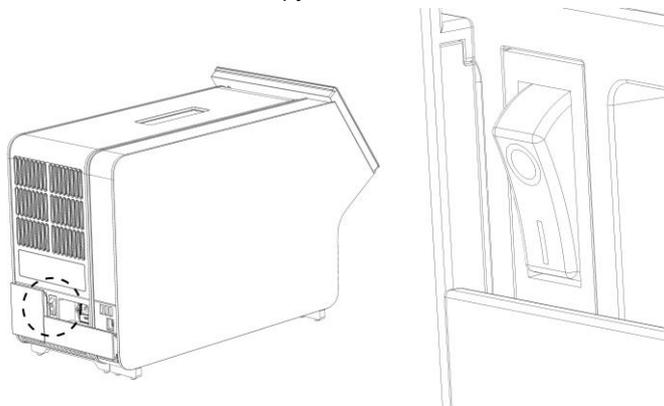

Рис. 21. Найдите выключатель питания и приведите его в положение «I».
10. Включите прибор нажатием выключателя питания на задней стороне аналитического модуля — выключатель необходимо привести в положение «I» (рис. 21). Убедитесь, что индикаторы состояния на аналитическом и рабочем модулях горят синим светом.